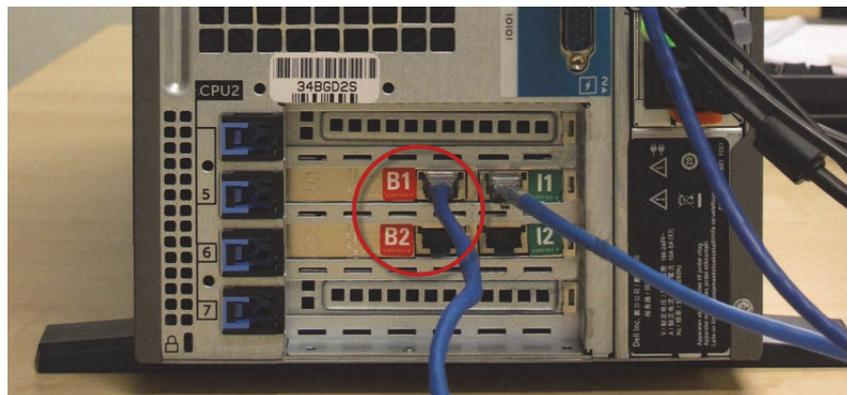

Abbildung 153: Bridge-Anschlüsse am Controller
4. Trennen Sie das Bridge-Netzkabel von dem mit **B1** oder **B2** bezeichneten Anschluss am Hauptcontroller. Siehe Abbildung 153.